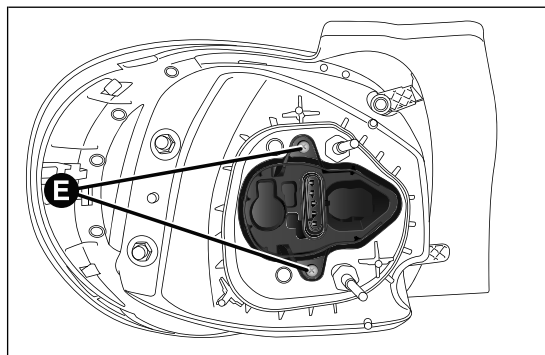

fig. 176
- ☐ desconectar el conector eléctrico, aflojar los tornillos de fijación E fig. 176 y extraer el grupo portalámparas;